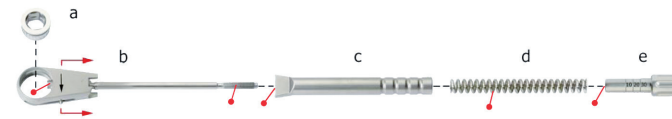

Abb. 6
1. Durch paralleles Ziehen an den beiden Pinenden (rote Pfeile) in Richtung Ratschengriff wird die Werkzeugaufnahme (Abb. 6-a) aus dem Ratschenkopf (Abb. 6-b), entfernt. Es ist dabei zu beachten dass die Werkzeugaufnahme nur nach einer Seite aus dem Ratschenkopf entfernt werden kann. **Keine Gewalt anwenden.**
2. Einstellschraube (Abb. 6-e) komplett vom Ratschengriff (Abb. 6-c) abschrauben.
3. Ratschengriff (Abb. 6-c) vom Ratschenkopf (Abb. 6-b) abziehen und die Feder (Abb. 6-d) entnehmen.
2. Ratschengriff (Abb. 6-c) über die Gewindestange auf den Ratschenkopf (Abb. 6-b) stecken.
3. Feder (Abb. 6-d) in den Ratschengriff (Abb. 6-c) einschieben.
4. Einstellschraube (Abb. 6-e) soweit in den Ratschengriff (Abb. 6-c) eindrehen bis der Widerstand der Feder spürbar wird.
5. Durch paralleles Ziehen an den beiden Pinenden (rote Pfeile) in Richtung Ratschengriff wird die Werkzeugaufnahme (Abb. 6-a) in den Ratschenkopf (Abb. 6-b), eingesetzt. Es ist dabei zu beachten dass die Werkzeugaufnahme nur von einer Seite in den Ratschenkopf eingesetzt werden kann. **Keine Gewalt anwenden!**